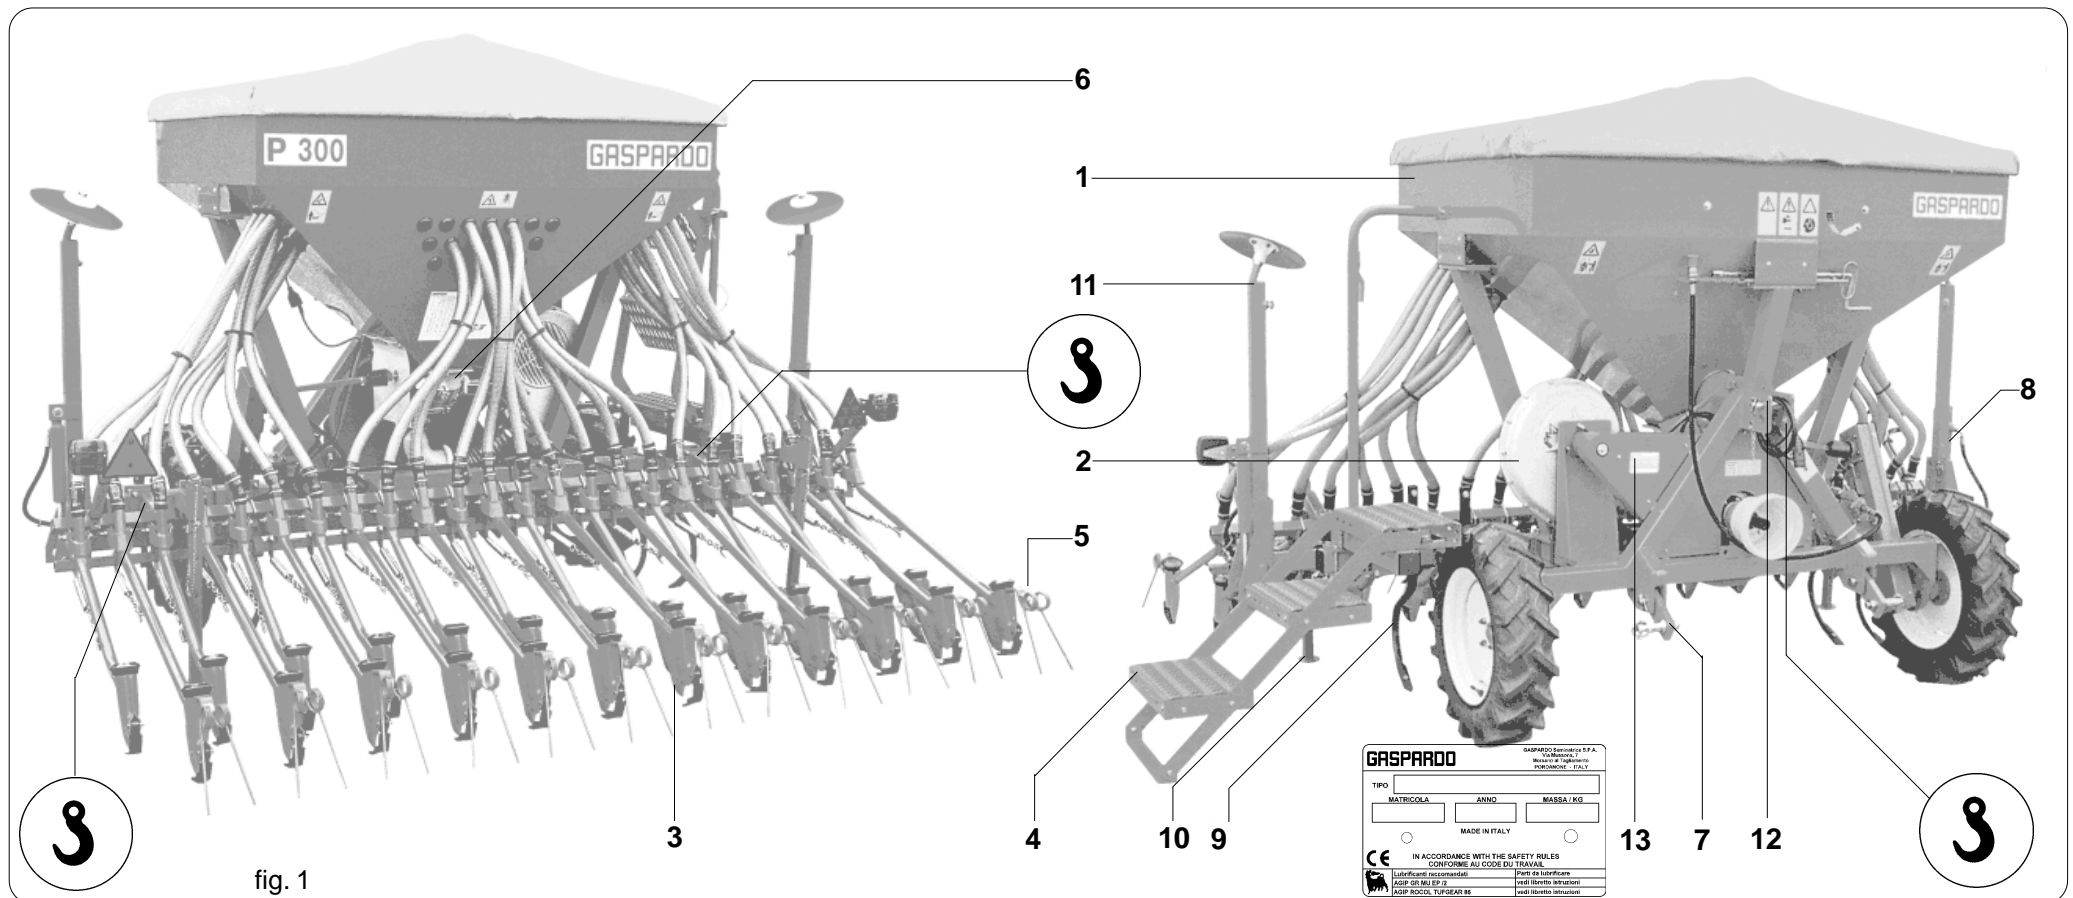

fig. 1
- Jedes einzelne Gerät ist mit einem Identifizierungsschild (13 Abb. 1) ausgestattet, mit folgenden Angaben:
- Chaque équipement est doté d'une plaque d'identification (13 Figure 1) dont les données indiquent:*
- Cada equipo está provisto de una tarjeta de identificación (13 Fig. 1), en la que se encuentran:
Questa operazione, per la sua pericolosità, è necessario venga eseguita da personale preparato e responsabile. La massa della macchina è evidenziata nella targhetta di identificazione (13 Fig. 1).
Tendere la fune per livellare la macchina. I punti di aggancio sono individuabili dalla presenza del simbolo grafico "gancio" (Fig. 1).
If the machine is handled, it must be lifted by hooking onto the appropriate holes with a suitable winch or crane of sufficient capacity. Because of the danger involved, this operation should be carried out by trained and responsible personnel. The mass of the machine is on the identification Plate (13 Fig. 1).
The hook points can be detected by finding the «hook» symbol (Fig. 1).
Falls die Maschine transportiert werden muss, muss sie an den dazu bestimmten Anschlusspunkten durch geeigneten Aufzug oder Kran mit ausreichender Tragkraft gehoben werden. Diese gefährliche Arbeit muss absolut durch geschultes und haftendes Personal ausgeführt werden. Das Maschinengewicht kann dem Identifizierungsschild (13 Abb. 1) entnommen werden. Zum Ausrichten der Maschine das Seil spannen. Die Anschlusspunkte sind durch das graphische «Haken»-Zeichen gekennzeichnet (Abb. 1).
En cas de manutention de la machine, soulever celle-ci en la fixant aux crochets spéciaux par un palan ou une grue appropriés ayant une capacité suffisante. Cette opération, qui est dangereuse, sera effectuée par un personnel expert et responsable. La masse de la machine apparaît dans la plaque d'identification (13 Figure 1). Tendre le câble pour niveler la machine. Les points d'attelage sont identifiés par la présence du symbole graphique «crochet» (Figure 1).
En caso de manipulación de la máquina, se precisa elevar la misma enganchándola a los ganchos al efecto mediante aparejo o grúa idóneos con suficiente capacidad. Esta operación, debido a su peligrosidad, deberá ser realizada por personal capacitado y responsable. El peso de la máquina está indicado en la plaqueta de identificación (13 Fig. 1). Halar el cable para nivelar la máquina. Los puntos de enganche se identifican mediante el símbolo gráfico «gancho» (Fig. 1).